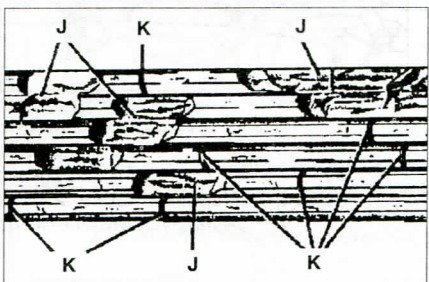

Рис. 1.4. Боковые повреждения ребер **K** и выдавливание резиновой массы наружу **J**.
- боковые повреждения ребер **K** и выдавливание резиновой массы наружу **J** (рис.1.4);